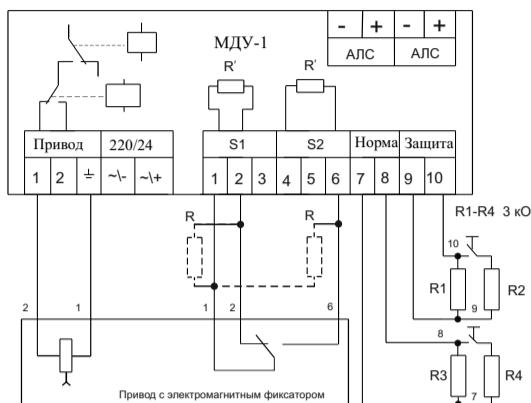

Рисунок 4 – Вариант подключения привода с электромагнитным фиксатором
– Электромагнитный (с ручным возвратом в нормальное положение) (см. рисунок 4).